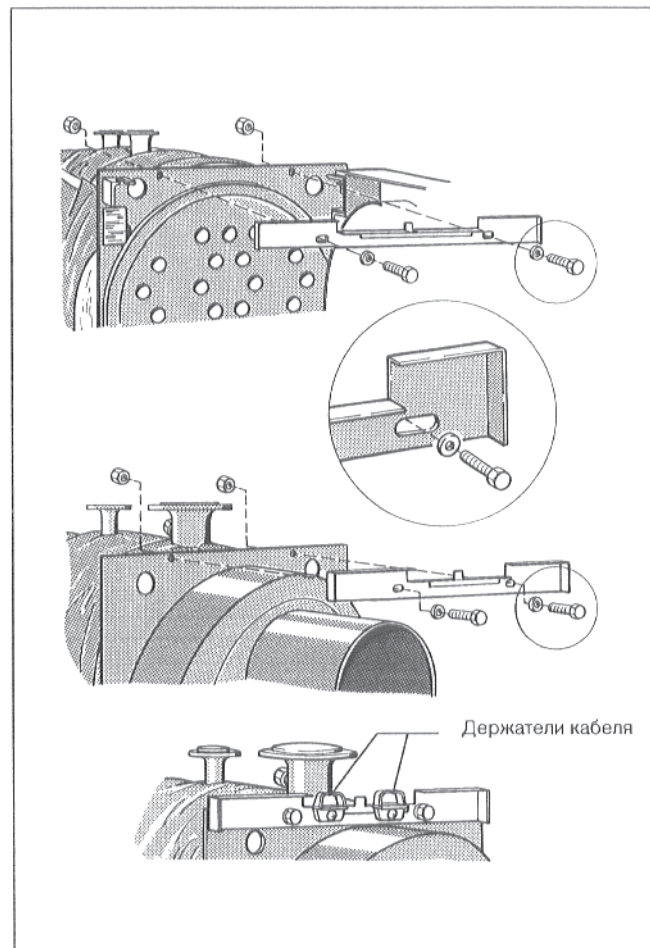

Рис. 8
- Привинтить траверсы сверху к передней и задней стенке корпуса котла, используя по 2 комплекта винтов с шестигранной головкой, шайб и гаек (Рис. 8).
- Посредством винта привинтить держатели кабеля к задней траверсе (Рис. 8).